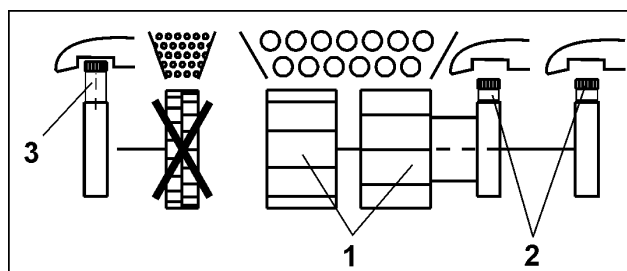

Рис. 62
Для высева обеими основными высеваящими катушками (Рис. 62/1)
- Завинтите винты с накатанной головкой (Рис. 62/2) основных высеваящих катушек.
- Выкрутите винт с накатанной головкой (Рис. 62/3) высеваящей катушки для мелкосемянных культур.